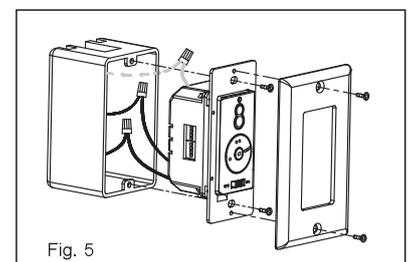

Fig. 5
**Paso 3.** (Fig. 5) cuidadosamente meta las conexiones dentro de la caja de distribución. Asegure el transmisor con los dos tornillos proveídos.